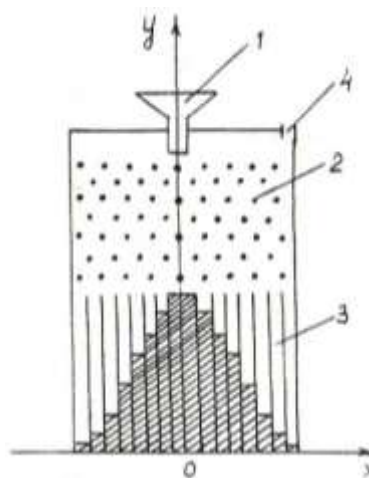

Рис. 3.
В данной работе изучение закона нормального распределения проводится на механической модели, воспроизводящей картину случайных отклонений частиц от их среднего положения в результате суммирования большого числа равновероятных элементарных отклонений. Установка (доска Гальтона) схематически изображена на рис. 3. Сыпучий материал (пшено) из воронки (1) просыпается через ряд равномерно расположенных стержней (2), которые отклоняют частицы от вертикального направления. Рассеянное зерно собирается в прозрачном ящике с узкими ячейками (3). Высота уровня зерна в каждой ячейке пропорциональна относительной частоте отклонения частиц от их среднего положения.
Выберем систему координат, как показано на рис. 3, совместив ось y с осью воронки. Тогда отклонение зерен от вертикали может быть задано координатой центра i -ой ячейки x_i , а число зерен, находящихся в ней, - величиной ΔN_i^* . Если общее число ячеек нечетное, равное $2m+1$, то номер ячейки i пробегает значения от $-m$ до m , включая $i = 0$ (для него $x_0 = 0$, число зерен - ΔN_0). В экспериментальной установке ширина каждой ячейки Δx равна 1 см, поэтому для отклонений справедливо: $x_i = i$ см и $x_{-i} = -i$ см.
Если в исследуемой установке имеется четное число ячеек, равное $2m$ (отсутствует ячейка с $i = 0$), то начало координат удобно выбрать между ячейками с $i = -1$ и $i = 1$ (как на рис. 3). В этом случае (учитывая, что $\Delta x = 1$ см), имеем
3. Через щель (4) (рис. 3) аккуратно высыпать зерно в кружку.